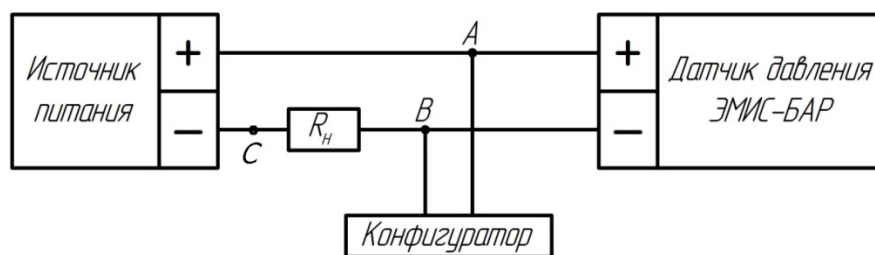

Рисунок 41 – Схема подключения датчика с устройством HART-коммуникации
3.5.8 Если система построена по схеме «точка – точка» (рисунок 41, 42), то основная переменная может быть считана как в аналоговом виде, так и в цифровом. В многоточечной же системе аналоговая информация недоступна и считывание величины давления происходит только в цифровом виде.